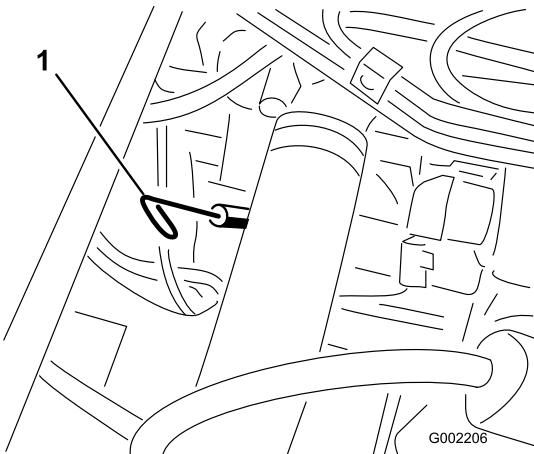

Figure 39
2. Retirez la jauge, située sous le siège du passager, et essuyez-la sur un chiffon propre (Figure 39). Remettez la jauge dans le tube en vérifiant qu'elle est enfoncee au maximum. Sortez de nouveau la jauge et vérifiez le niveau d'huile.
13. Retirez le bouchon de remplissage et versez lentement environ 80% de la quantité d'huile spécifiée dans le moteur par l'orifice de remplissage (Figure 39).